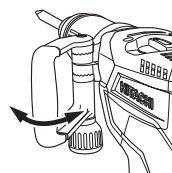
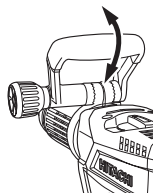
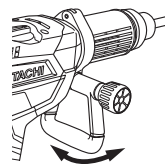
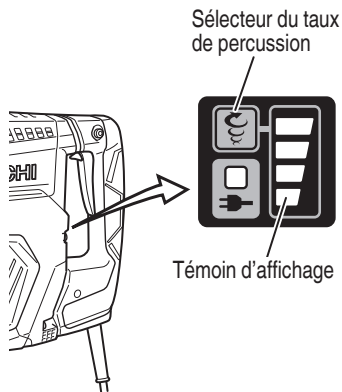

Fig. 7
Fig. 8
Fig. 9
Fig. 11
- (2) Régler la poignée à une position facilitant le fonctionnement vertical (de haut en bas), comme indiqué à la Fig. 7, la Fig. 8 et la Fig. 9.
- (3) Tourner la saisie dans le sens de (B) et fixer la poignée.
11. Réglage de la fréquence de percussion du martelage (Fig. 11)